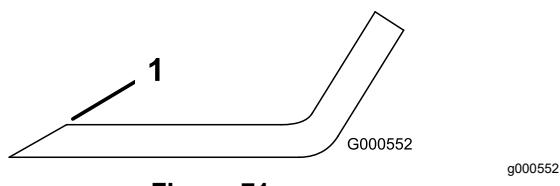

Figura 71
- Utilice una lima para afilar el filo de corte en ambos extremos de la cuchilla (Figura 71).
Nota: Si la cuchilla no está equilibrada, rebaje algo el metal en la parte de la vela solamente con una lima (Figura 71).